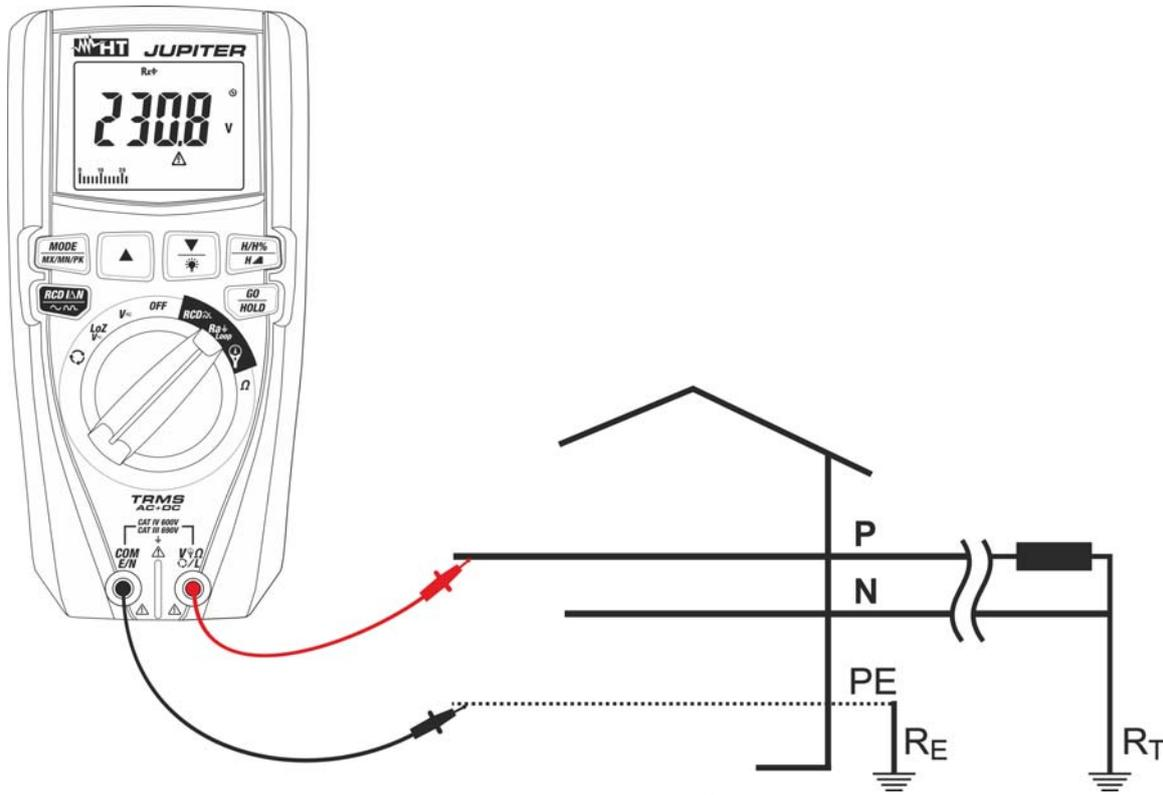

Fig. 24: Uso do instrumento para medir a impedância Loop L-PE com ponteiras
6. **Para medição do Loop L-PE** no caso de usar ponteiras de medida inserir o condutor vermelho no terminal de entrada $V_{\Omega}L$ e o condutor preto no terminal de entrada **COM/E/N** e ligar o instrumento à instalação em exame (ver Fig. 24). O valor da tensão Fase-Terra é apresentado no display.